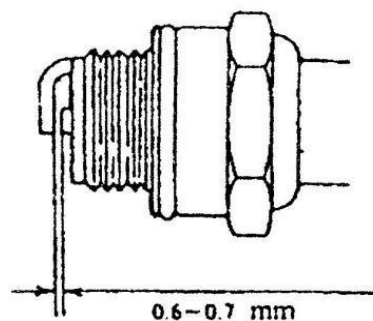

Fig. 16
- (1) После ежедневной работы промойте воздушный фильтр, так как если химикаты прилипнут к губке, мощность двигателя снизится. Обратите на это особое внимание!
- (2) После промывки губки бензином, необходимо установить её обратно.
- (3) Правильный зазор между электродами свечи должен составлять 0,6-0,7 мм, проверяйте его часто, если он слишком большой или слишком маленький, исправьте – как показано на рис.16.
- (4) Свеча зажигания, подходящая для этого устройства, имеет символ 4106J. Не используйте другие модели. Если необходимо заменить свечу, её можно купить в сервисе садовой техники или в магазине с сельскохозяйственным или садовым оборудованием.